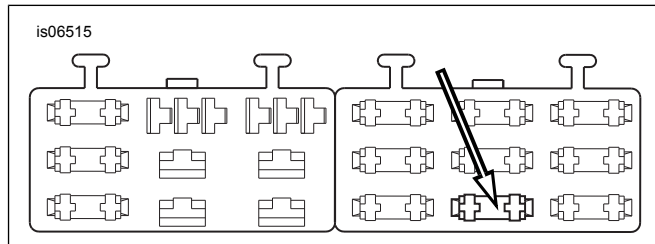

Figura 9. Cavitatea blocului de siguranțe „DESCHISE” (modelele Dyna de după 2004)
4. Consultați Figura 9 . Amplasați cavitatea siguranței (1) cu indicația „DESCHISĂ” pe capacul blocului de siguranțe din blocul de siguranțe corect. Trebuie să existe o un cablu care alimentează o parte din acest circuit, dar nu va exista niciun cablu sau siguranță de îmbinare. Introduceți conectorul rotund peste firul portocaliu/alb al adaptorului până se oprește. Consultați un terminal din vecinătate, instalat din fabrică, pentru a compara și a verifica orientarea și adâncimea corectă.